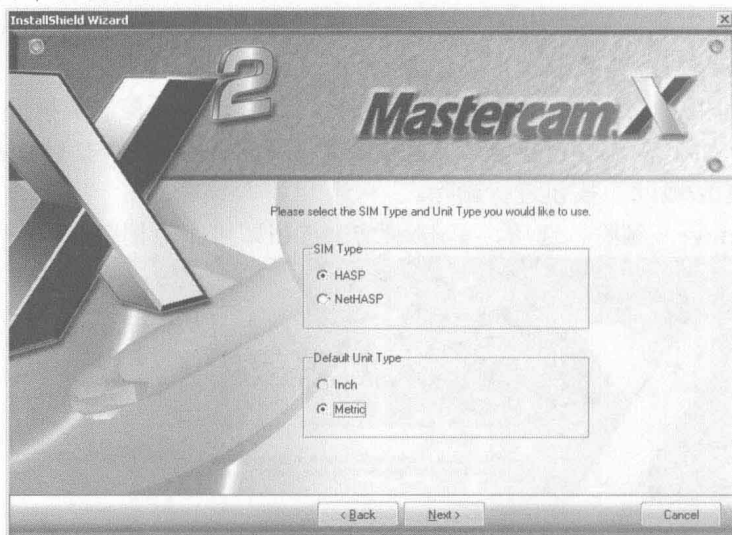

图1-4
6. 在如图 1-4 所示的安装设置对话框中选择 HASP 类型，同时根据用户需要选择系统应用单位类型。